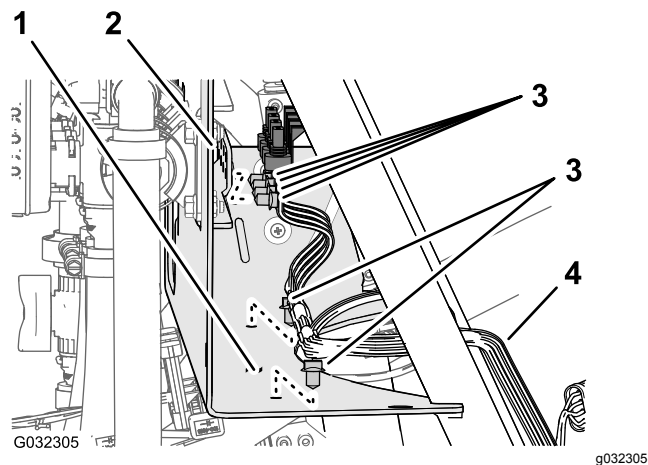

図 24
3. 後ワイヤハーネスをマニホルドマウントの前側および下部プレートに固定しているお押し込み型ファスナを外す 図 24。